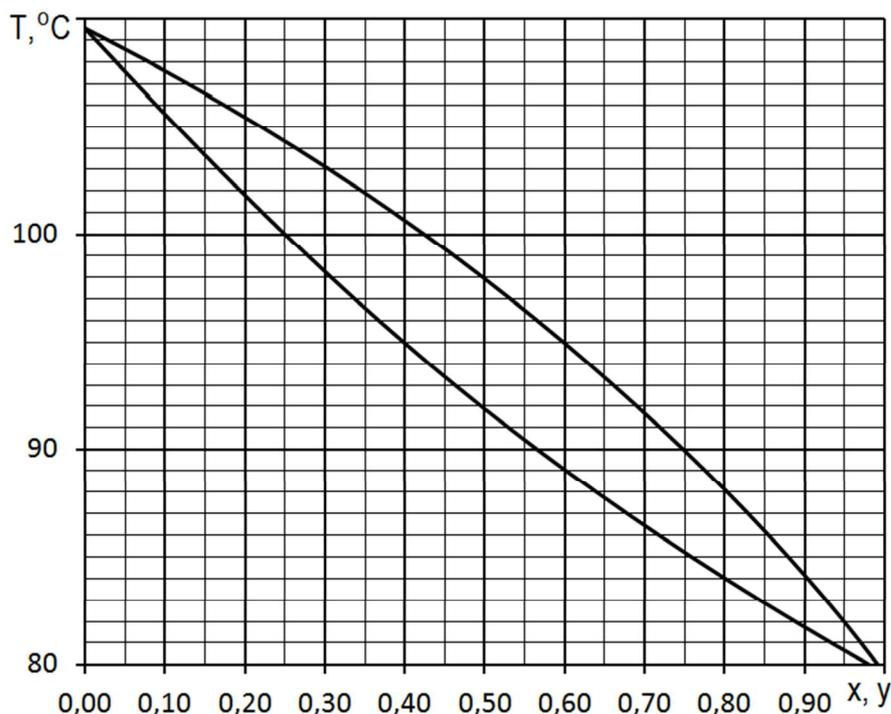
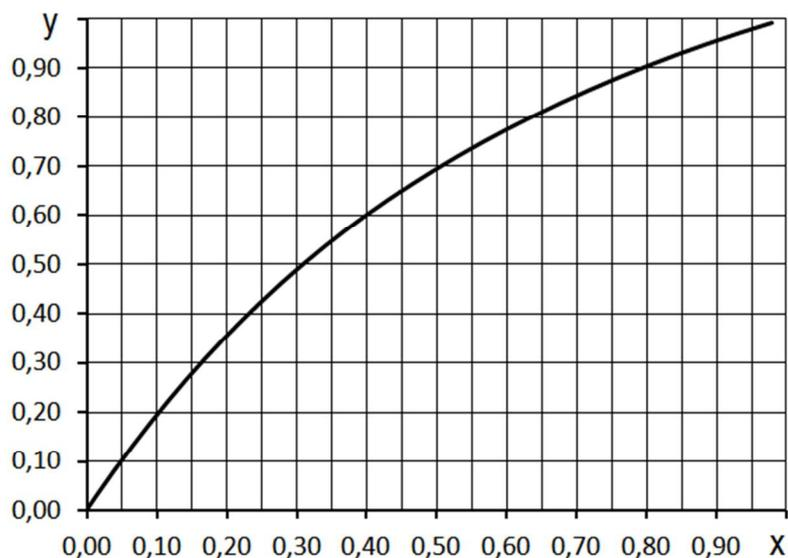

Рис. 2.4. Диаграмма состояния бинарной смеси «бензол – толуол»
Рис. 2.5. Диаграмма X – Y
По данным табл. 2.3 строим график $T - x, y$ (рис. 2.4) и график $y - x$ (рис. 2.5), выбирая тип диаграммы – точечный график без маркеров с соединительной линией.
При построении первого графика (рис. 2.4) следует ввести 2 ряда данных. Второй ряд добавляется выбором вкладки «Ряд» - кнопка «добавить». Обратите внимание на то, что температура является ординатой графика, а x и y - абсциссами графика. Поэтому в окне ввода абсциссы и ординаты для обоих рядов не перепутайте их друг с другом.
Обратите внимание на то, что в точке $x, y = 0$, диаграмма (рис. 2.4) не вышла на правильное значение температуры кипения в 110°C ($\sim 109,5$), а в точке $x, y = 1$ не вышла в температуру 80°C ($\sim 79,5$). Неточность в половину градуса связана с ошибкой аппроксимации. Вероятно, выбор в качестве аппроксимирующей функции полинома более высокой степени, позволил бы решить задачу с меньшей ошибкой. Можно заметить еще один важный момент. Сравните расчетное значение давления толуола в точках 80, 90, 100 и 110 градусов с заданным (табл. 2.1). Сравнение показывает, что даже полином третьей степени для толуола дает практически полное совпадение. Тогда очевидно, что полученная ошибка связана с расчетами для бензола. Вспомним, что для толуола решалась задача интерполяции, а для бензола – задача экстраполяции. Таким образом, наш анализ позволяет сделать вывод о том, что экстраполяция дает менее определенные результаты, чем интерполяция. Прогнозировать поведение функции за пределами имеющихся данных – значительно опаснее с точки зрения возможности совершения ошибки, чем в их пределах.
6) Задание 1 по графику. С помощью диаграммы T – x,y (рис. 2.4) определите состав равновесного пара и температуру кипения для жидкости, содержащей 55% (мол.) бензола и 45% толуола.